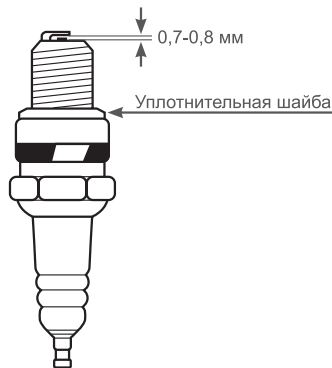

Рис. 16 Обслуживание свечи зажигания
4. Измерьте зазор между электродами свечи зажигания специальным щупом. Зазор должен быть 0,7-0,8 мм (Рис. 16). При увеличении, или уменьшении требуемого зазора, рекомендуется заменить свечу, так как регулировка зазора может привести к изменению качества искрообразования.